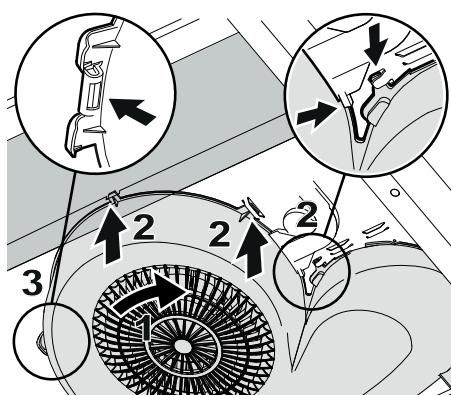

Fig.8
Se till att alla snäppen passar mot spisfläk-tens flikar. Vrid in fläkthuset (1) i flikarna (2). Tryck tillbaka fläkthusets snäppa i fli-ken (3).Fig.8